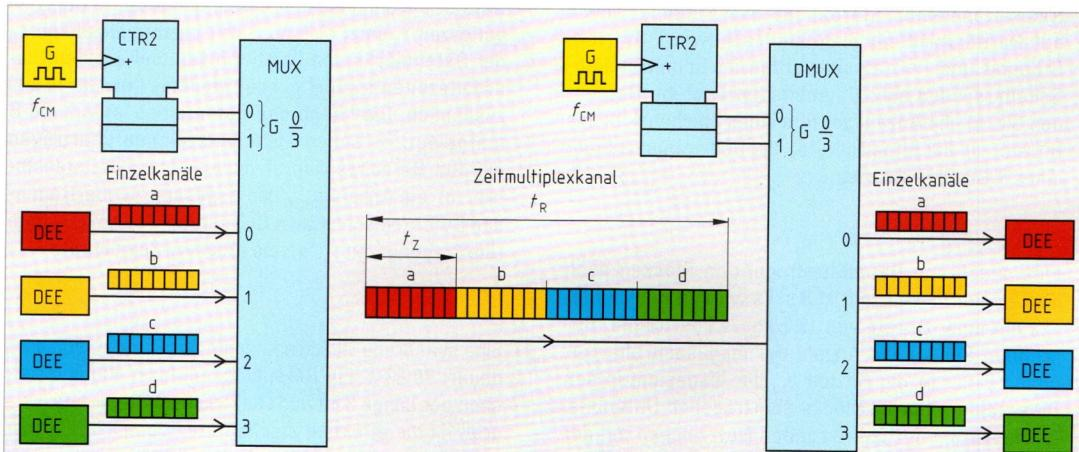

Bild 1: Prinzip einer Zeitmultiplexübertragung mit byteweiser Verschachtelung
- Die Dauer eines Zeitmultiplexrahmens beträgt 250 µs (Bild 1). Berechnen Sie a) die Bitrate des Zeitmultiplexkanals, b) die Bitrate eines Einzelkanals.